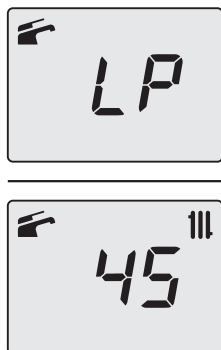

Figura 9.23
- Desplace los parámetros mediante los botones 13 (atrás) o 15 (adelante) hasta que aparezcan en el display LCD las letras **LP** alternadas con el valor de temperatura del agua de calefacción (ej.45), indicando que se ha entrado en la activación de la "función deshollinador" a la potencia mínima en agua sanitaria (Figura 9.23).